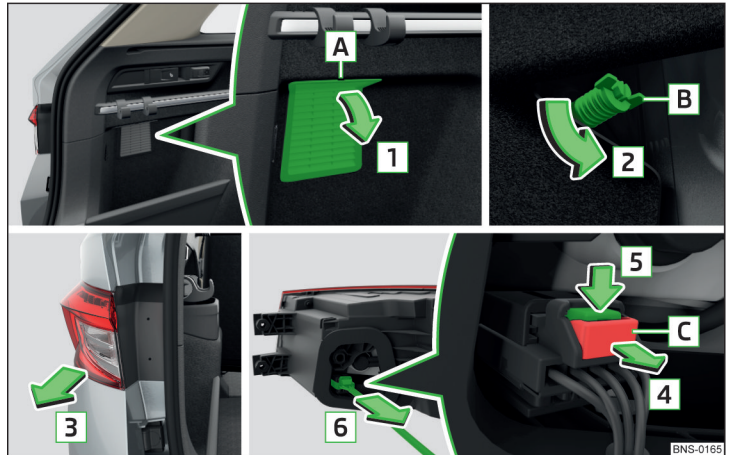

Fig. 374 Démontage des lampes / retrait de la fiche
- Tirez sur la roue à main **A** dans le sens de la flèche **1** » fig. 374.
- › Décalez le connecteur dans le sens inverse de la flèche **6** » fig. 374 dans l'éclairage.
- › Visser l'écrou **B** dans le sens opposé de la flèche **2** » fig. 374.